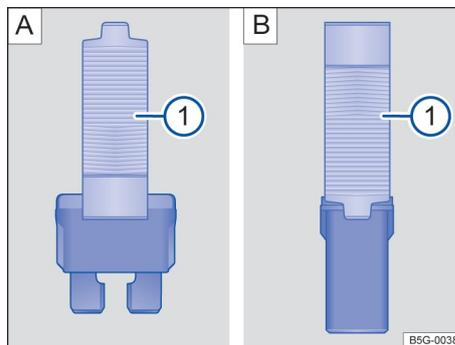

Рисунок 125. Удаление или установка предохранителя с помощью пластиковых щипцов: плоский предохранитель A, блочный предохранитель B.
- Используйте держатель плавкого предохранителя 1) или аналогичный инструмент → Рисунок 125 A 1).
- Отрегулируйте губку пластикового хомута → Рисунок 125 A 1) или → Рисунок 125 B 1), в зависимости от типа предохранителя, а затем зажмите предохранитель сбоку.